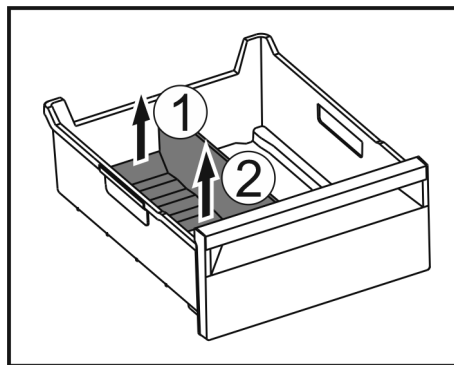

Fig. 168
- Повдигнете задната част на разделителя на отделението за лед. Fig. 168 (1)
- Извадете разделителя на отделението за лед нагоре. Fig. 168 (2)